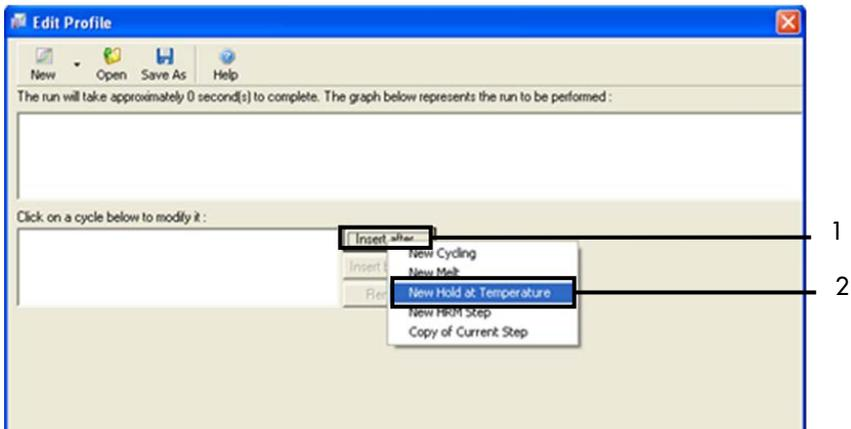

Abbildung 23. Einfügen eines ersten Inkubationsschritts. 1 = „Insert after“ (Einfügen nach), 2 = „New Hold at Temperature“ (Neue Temperatur halten).
6. Klicken Sie auf Insert after (Einfügen nach) und wählen Sie die Option New Hold at Temperature (Neue Temperatur halten) (Abbildung 23).